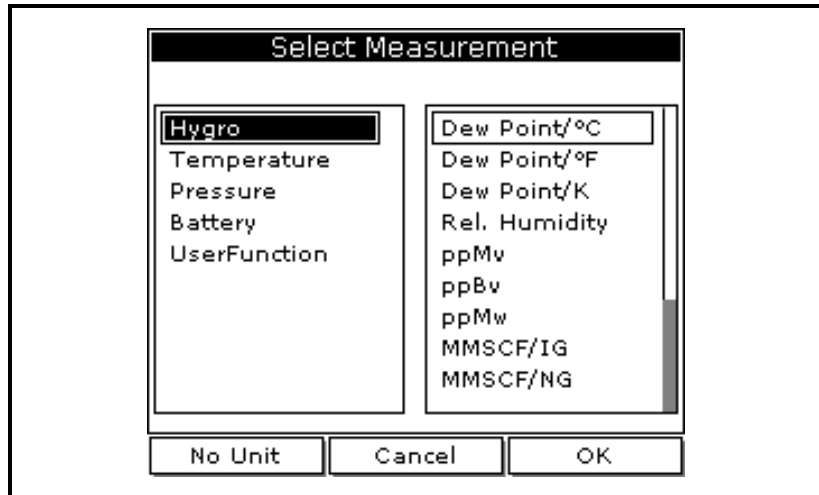

Figura 3-2: La ventana de Select Measurement
2. Use las teclas de flecha para desplazarse a **Measurement** y oprima [ENTER]. La pantalla se parece a la Figura 3-2 a continuación. La columna a la izquierda presenta los cinco tipos de medición y la columna de la derecha presenta las unidades de medición.